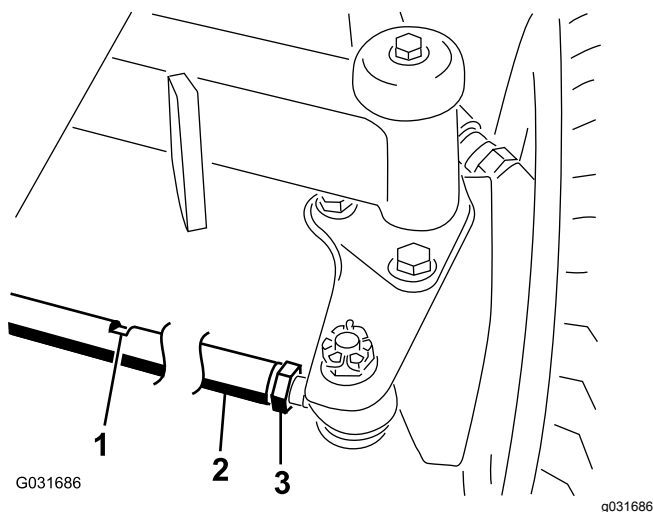

Figura 46
2. Afloje las contratuercas de ambos extremos del tirante (Figura 46).